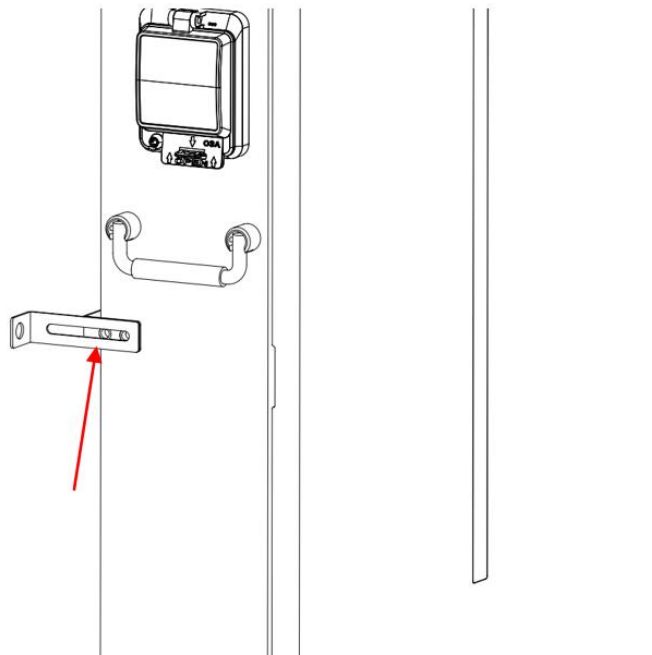

Abbildung 5-6
d)Drehen Sie die linken und rechten Schrauben auf die entsprechende Position, dass die Batterie senkrecht zum Boden steht. Der Spielraum links und rechts des Batteriepacks beträgt 15,5 - 54 mm, der kürzeste Wandabstand 15,5 mm und der weiteste Wandabstand 69,5 mm wie in Abbildung 5-6 dargestellt.